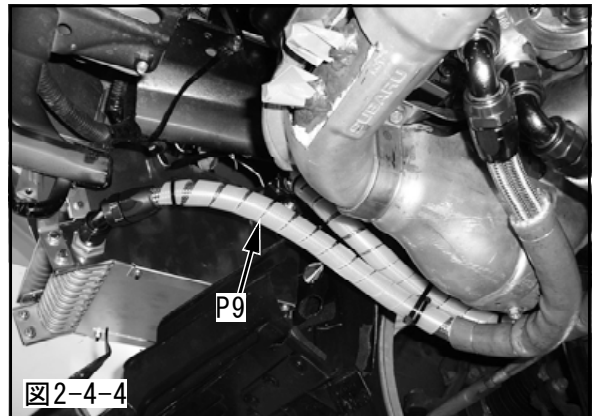

図2-4-4
- (6) オイルクーラホースNo.2をアダプタサーモAssyの車両前方側とオイルクーラコアの車両前方側に仮付けしてください。(図2-4-4)